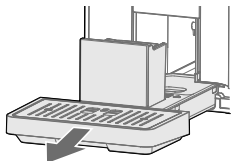

Fig. 1
1. Retire a bandeja coletora (Fig. 1).